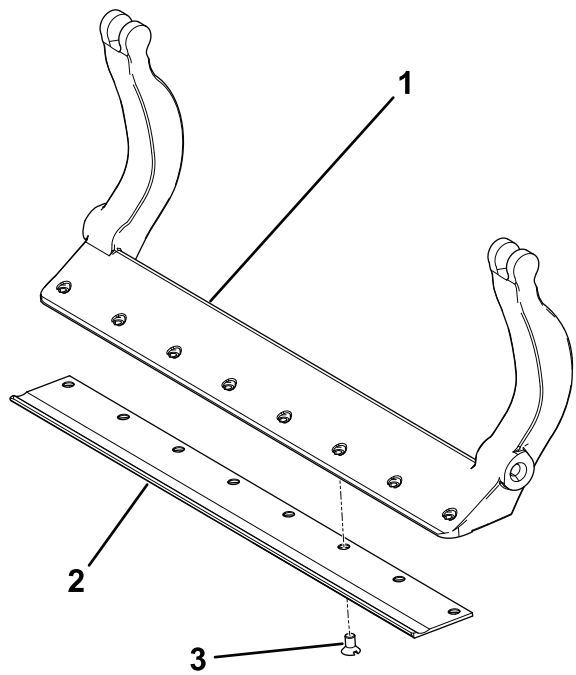

図 33
- A. 外側の 2 本のねじを 1 N·m 1.15 kg·m=10 in·lb にトルク締めする 図 33 を参照。
- B. ベッドナイフの中央から交互に左右に、各ねじを 23-28 N·m 2.3-2.9 1 kg·m = 200-250 in·lb にトルク締めする 図 33 を参照。
3. ベッドナイフ固定ボルトに固着防止パウンドを塗ってベッドナイフをベッドバーに固定する 図 33。